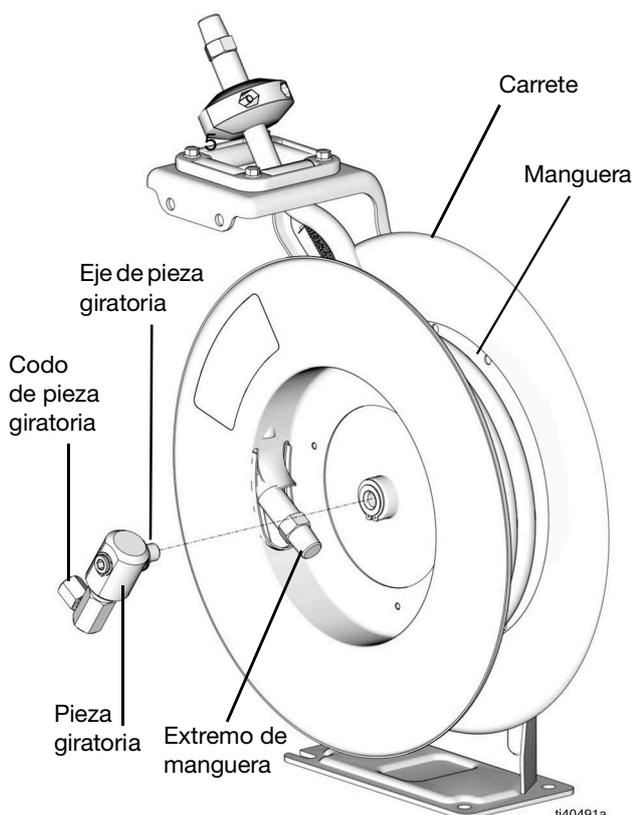

FIG. 1
2. Reduzca la tensión del muelle retirando vueltas de manguera del carrete. Cuente el número de vueltas retiradas, de modo que pueda añadir el mismo número tras la reparación (FIG. 1).
3. Desconecte la manguera del codo de la pieza giratoria (FIG. 1).
4. Usando tapones y tapas temporales, tape el conjunto de la pieza giratoria que se va a sustituir, ponga una tapa a la manguera. Esto se recomienda para aplicaciones con líquido, con el fin de evitar derrames (FIG. 1).
5. Afloje el eje de la pieza giratoria para retirar el conjunto de la pieza giratoria del eje del carrete (FIG. 1).
7. Coloque la nueva pieza giratoria en el eje del carrete (FIG. 1).
9. Conecte la manguera al codo de la pieza giratoria (FIG. 1).